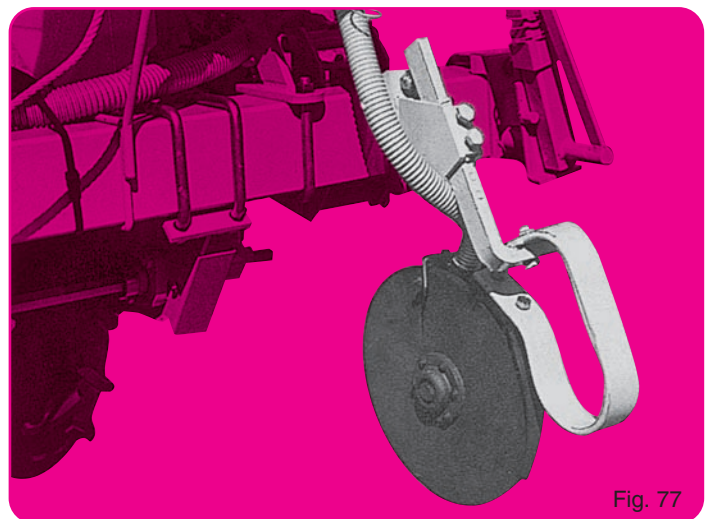

Fig. 77
**ATTENTION :** à 80 cm et moins les doubles disques (fig. 77) ne sont pas compatibles avec l'attelage normal semi-automatique standard. Prévoir l'attelage semi-automatique avec axe et taquet courts ou l'attelage manuel à brochés.
**ATTENTION :** With row spacing of less than 80 cm (32") the double disc openers (fig. 77) are not compatible with the standard semi-automatic hitch.
**ACHTUNG :** Bei einer Reihenweite unter 80 cm und montiertem Schnellkuppler kann das Düngestreuer-Scheibenschar nicht montiert werden (Abb. 77). Schnellkuppler mit kurzer Welle und mit Bolzen auf Anfrage oder Dreipunktanhängung mit Bolzen.